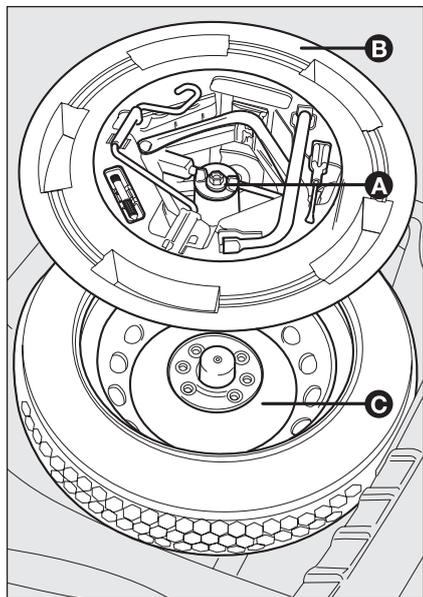

fig. 15
- sistemare il ruotino di scorta **C-fig. 15** nell'apposito vano ricavato nel bagagliaio;
- reinserire nel proprio contenitore **B-fig. 15** il cric parzialmente aperto forzandolo leggermente nella propria sede in modo da evitare eventuali vibrazioni durante la marcia;
- sistemare il contenitore, completo di attrezzi, nella ruota di scorta, avvitando il dispositivo bloccaggio **A-fig. 15**;